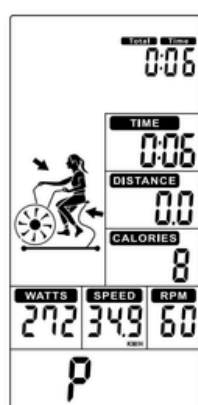

Figura 17
1. En modo de espera, presiona START para iniciar el entrenamiento rápidamente, el buzzer sonará por 1 segundo. TOTAL TIME / TIME / DISTANCE / CALORIES / WATTS / SPEED / RPM comenzarán a contar (Figura 17).
2. Cuando haya señal de pulso, se encenderá el símbolo y parpadeará mostrando el valor del pulso [Figura 18]. Sin señal de pulso, mostrará "P" [Figura 17].